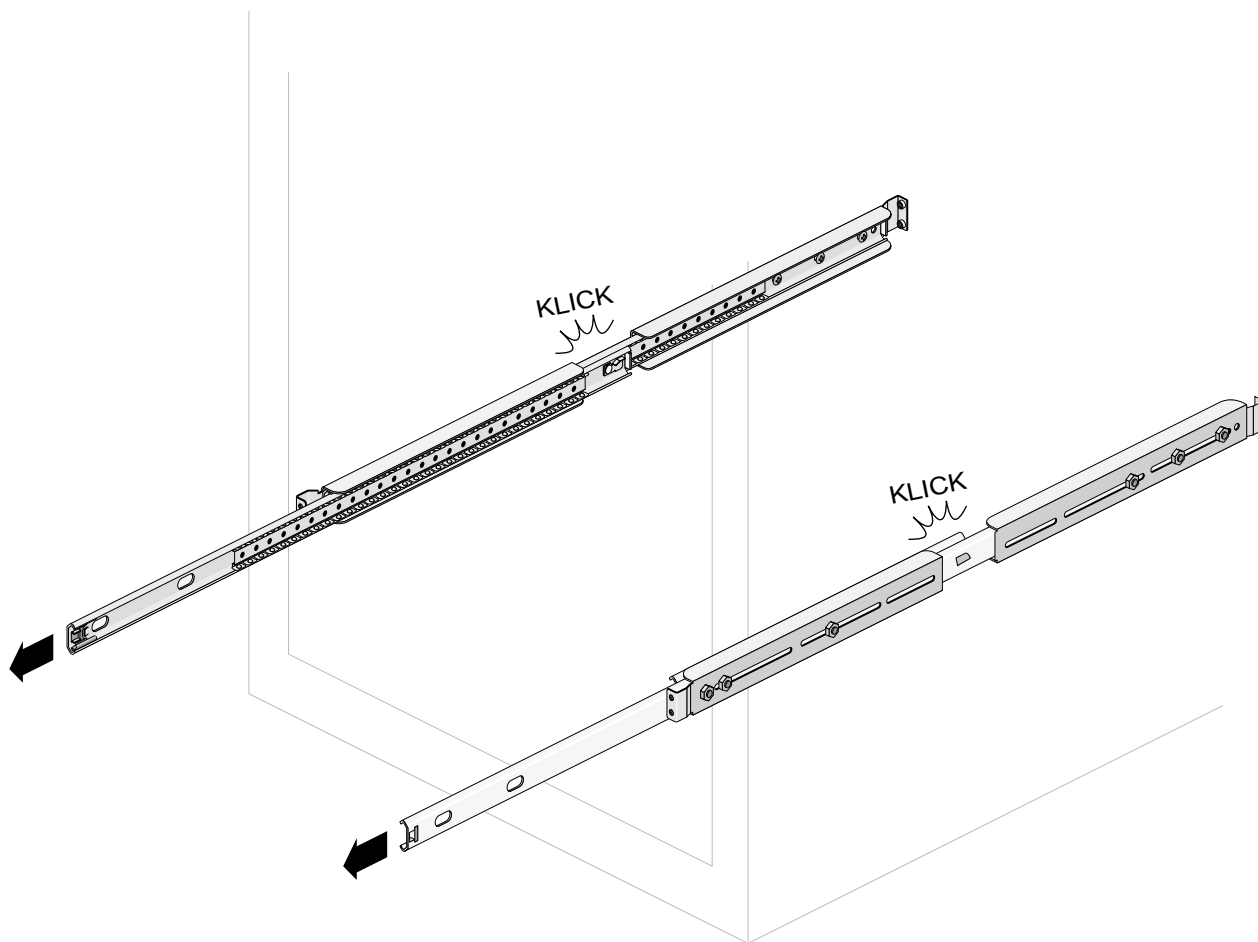

Abbildung 2-9 Ausziehen der Rack-Auszüge
1. Ziehen Sie den rechten und den linken Auszug des Racks vollständig aus (siehe Abbildung 2-9). Beide rasten ein, wenn sie vollständig ausgezogen wurden.